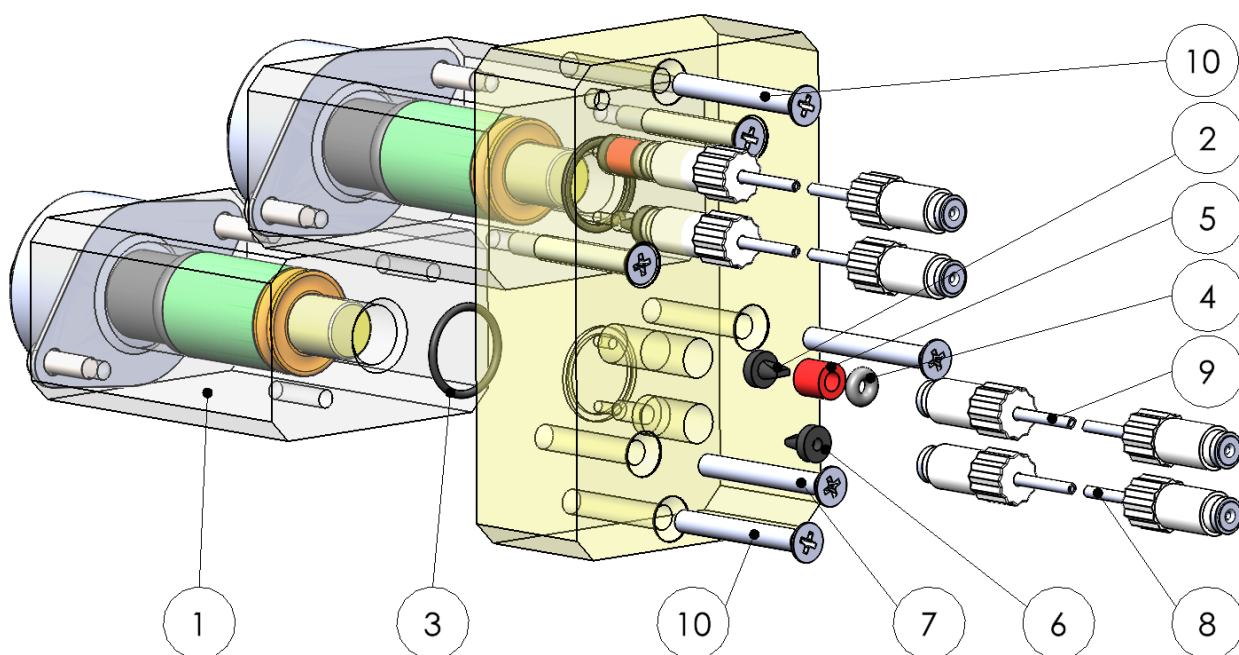

Abbildung 1
Der Erweiterungssatz (Art. Nr. 40681) zum Einbau einer zweiten Pumpe für die Reinigungsfunktion besteht aus den folgenden Bauteilen (siehe Abbildung 1):
7. Entfernen Sie den Schlauch (12) an der Indikatorflasche.
8. Entfernen Sie den Schlauch (13) an der Messkammer.
9. Entfernen Sie mit dem Kreuzschlitzschraubendreher die beiden Schrauben (10) (siehe Abbildung 1).
1. Drücken Sie die Feder (1) zusammen, sodass der Stößel sichtbar wird.
2. Fädeln Sie die Bauteile für den Einbau des Ventils auf den Stößel auf (orientieren Sie sich an Abbildung 1).